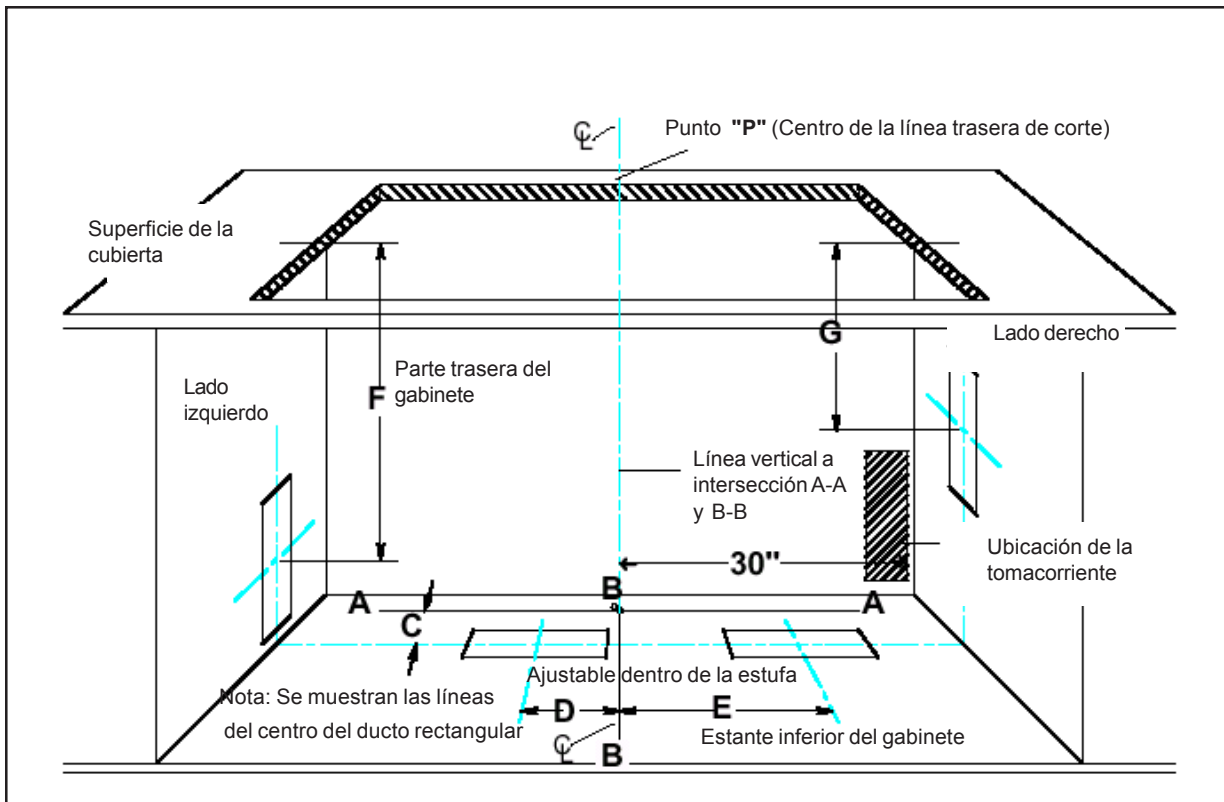

Figura 9: Cabinet Cutout for Ductwork
- A. Consultar la Figura 9. Establecer una línea vertical desde el punto "P" en el centro trasero del recorte de la cubierta. Marcar este punto en el fondo del gabinete abajo. Construir dos líneas de referencia a través de este punto: una debe quedar paralela al frente del gabinete y directamente abajo del recorte trasero de la cubierta (Línea A-A), y la otra (Línea B-B) debe quedar en ángulos rectos a A-A.
La tomacorriente debe quedar debajo de la cubierta, de modo que el cable de alimentación con longitud de 30 pulgadas (76 cm) de la ventilación la pueda alcanzar. Ver la Figura 9. Se debe enrutar el cable por debajo del aparato y lejos de calor generado por la parrilla. No se debe obstruir el acceso por el ventilador, el gabinete, el ducto o las líneas de alimentación eléctrica/gas para la parrilla. Toda la corriente para el sistema de ventilación (incluyendo el ventilador remoto, si se usa) es suministrada vía el cable a la unidad de toma. Generalmente se puede extender la tomacorriente desde otra tomacorriente en la cocina o puede tener su propio circuito del panel principal de servicio.